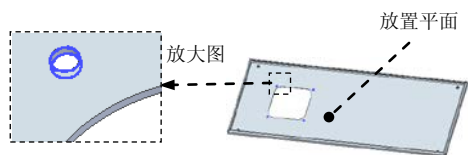

图 8.13.245 孔特征 1
Step18. 创建图 8.13.245 所示的孔特征 1。
(1) 选择命令。单击“主页”功能选项卡“钣金”工具栏中的“打孔”按钮  。
(2) 定义孔的参数。单击  按钮, 在 **类型(T):** 下拉列表中选择 **简单孔** 选项, 在 **单位(U):** 下拉列表中选择 **毫米** 选项, 在 **直径(D):** 下拉列表中输入值 3.2, 在 **延伸** 区域选择延伸类型为  (全部穿透), 单击  按钮, 完成孔参数的设置。
(3) 定义孔的放置面。选取图 8.13.245 所示的模型表面为孔的放置面, 在模型表面单击完成孔的放置。